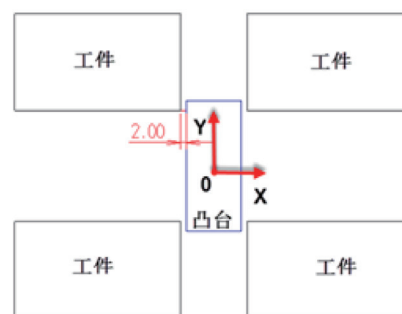
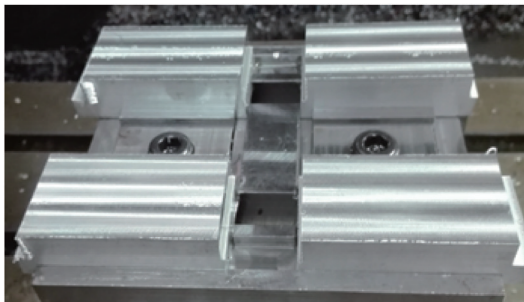

图 15 毛坯放置示意图
图 16 长度尺寸保证
(4) 外形铣削保证总长。本例中工件的总长为 $60 \pm 0.05\text{mm}$ ，毛坯的长度尺寸为 63mm，去除的余量总共有 3mm，在编程绘图时，工件的实际轮廓边距离中间凸台边 2mm，如图 15 所示，即看作毛坯左边加工余量 1mm，右边加工余量 2mm。铣削的深度为工件的总高加上 0.5mm，即 16mm，同样使用 $\phi 16\text{mm}$ 平铣刀，分粗精加工，精加工时采用顺铣，如图 16 所示。